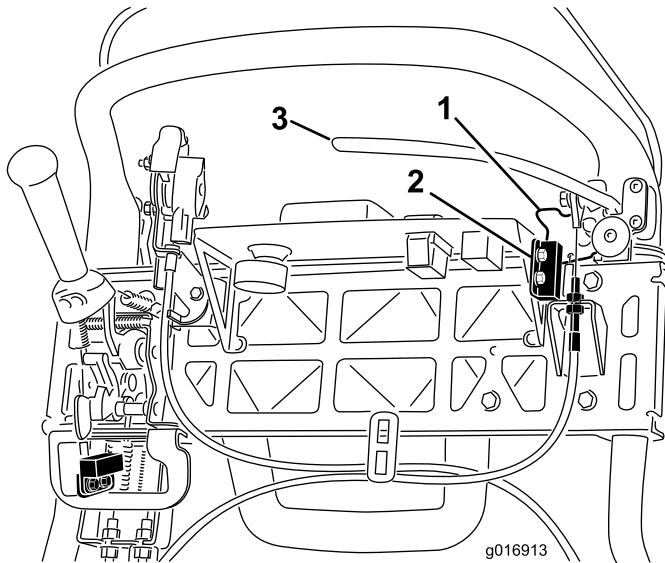

Bild 40
4. Lösen Sie die Befestigungsschrauben des Sicherheitsschalters (Bild 40).
5. Legen Sie eine 1,6 mm dicke Beilagscheibe zwischen den Feststellbremsriegel und den Sicherheitsschalter (Bild 40).